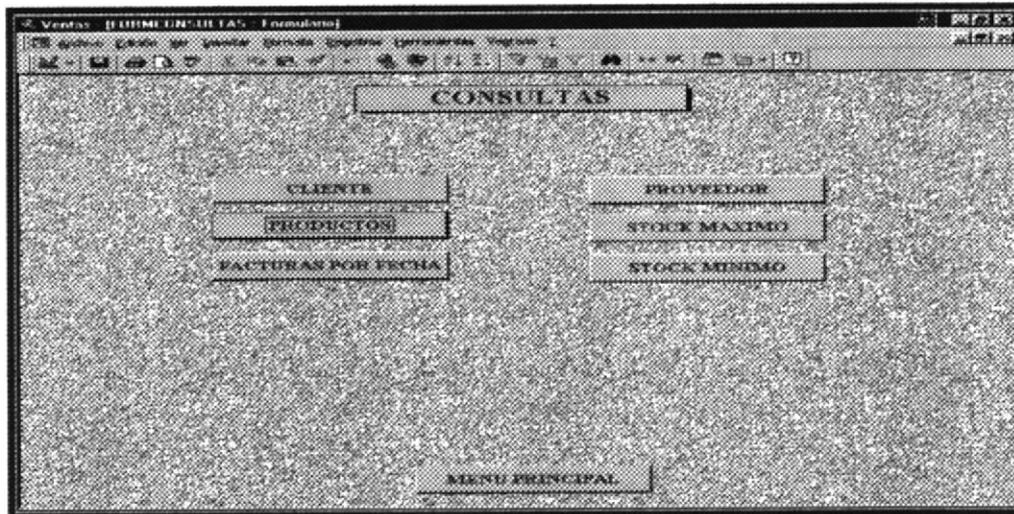

Figura 3.18 Pantalla del Formulario de Consultas
- ☛ Dar clic en el botón  inmediatamente aparecerá la pantalla de Consultas, la misma que consta de siete botones que nos lleva a formularios y que nos permite visualizar los datos que se encuentran almacenados en las tablas de la aplicación: Estos botones son los siguientes: **(Ver figura 3.18)**